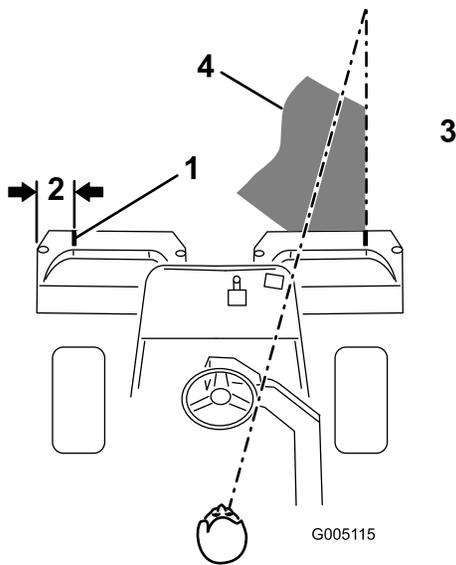

Figura 11
2. Coloque una tira de cinta blanca o pinte una línea en cada recogedor en posición paralela al borde exterior de cada recogedor (Figura 11).